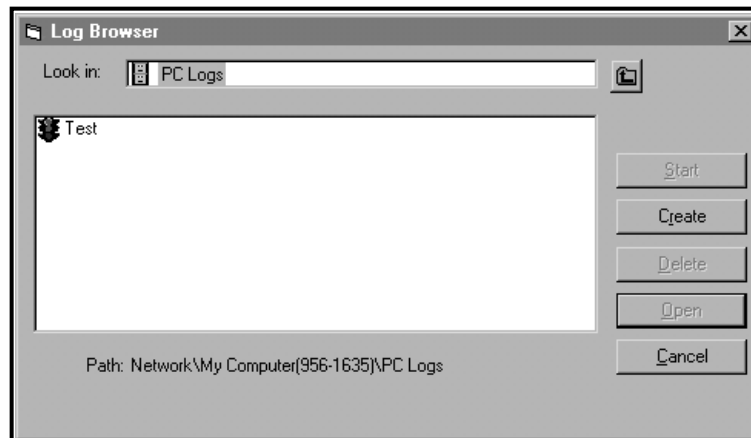

Figure 16: Créer un journal PC
3. Double-cliquez sur Journaux PC pour passer à la boîte de dialogue illustrée à la Figure 16.
4. Dans la boîte de dialogue illustrée à la Figure 16, cliquez sur le bouton d'option **[Créer]** pour créer un nouveau journal de mesure.